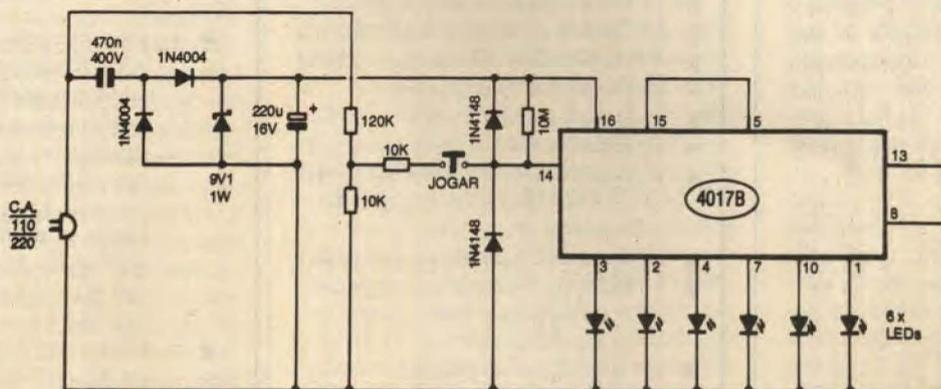

FIG. 1
- FIG. 1 - DIAGRAMA ESQUEMÁTICO DO CIRCUITO (E ... COMO FUNCIONA...) - Usamos no coração do circuito, justamente um Integrado C.MOS **4017**, contador de década, cujas bases Teóricas ainda estão "fresquinhas" na cabeça da turma, pois foram vistas "af atrás", na "Aula" **25** do **ABCDE...**! Das 10 saídas disponíveis, usamos apenas **6**, pela ordem presentes nos pinos **3-2-4-7-10-1**... Para que, automaticamente, a contagem sempre se recicle a cada seis pulsos, a **sétima** saída do **4017** (pino **5**) comanda a Entrada de *Reset* (pino **15**), com o que o Integrado transforma-se num "contador de meia dúzia"... Veremos a conceituação teórica dessa possibilidade de "encurtar" a sequência do **4017**, já na próxima "Aula", razão pela qual não aprofundaremos o assunto agora... Cada uma das 6 Saídas excita diretamente um LED indicador (que, obviamente, apenas pode acender quando a respectiva Saída estiver "alta"...). Notar que o pino de *Clock Enable* (**13**) é mantido "baixo", para